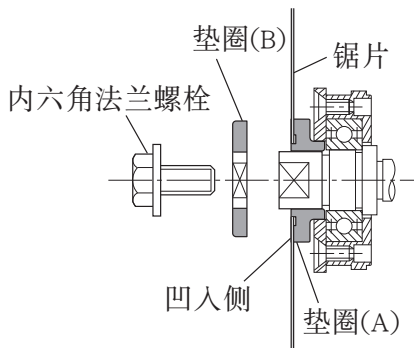

图15
- 安装锯片时，垫圈(A)的凹入侧必须和锯片侧一致。（参见图15）
- (3) 如果垫圈(A)已拆下，请先将其安装到主机上。接着将锯片安装到主轴上，最后固定垫圈(B)。（参见图15）